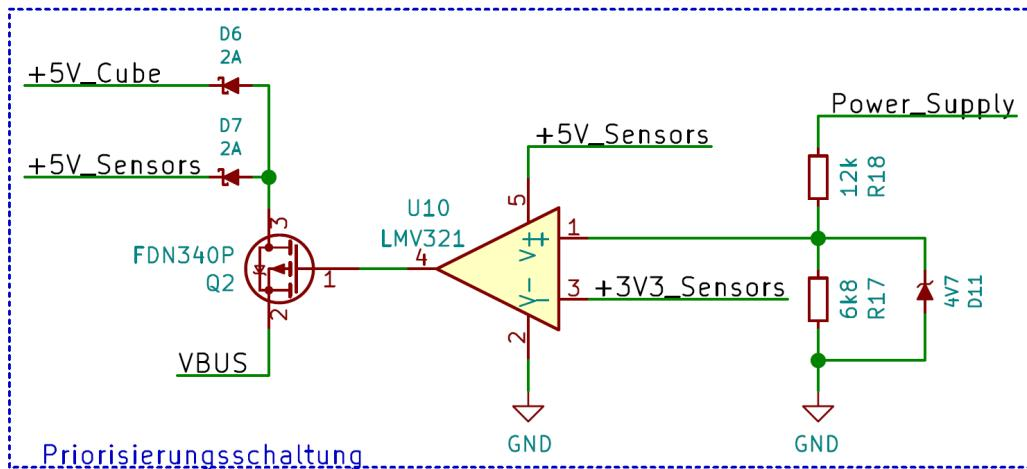

Abbildung 45: Priorisierungsschaltung der Stromversorgungen
Der Aufbau der Priorisierungsschaltung erfolgte anhand der Schaltplänen des Arduino (TM) UNO [9]. In Abbildung 45 ist die Schaltung zur Spannungspriorisierung dargestellt. Das Herzstück bilden ein Operationsverstärker (OpAmp) und ein p-Kanal Feldeffekttransistor (Mosfet). Hierbei fungiert der Mosfet als Schalter der in die Leitung der Micro-USB Versorgung vom Cube kommend eingebaut ist. Der OpAmp addiert den positiven Eingang 1 mit dem negativen Eingang 3. Bei anliegender Akkuspannung (Eingang 1 ca. 3,3V) heben sich die beiden Spannungen gegenseitig auf. Wenn keine Spannung am Eingang 1 anliegt, würde der OpAmp -3,3V ausgeben. Jedoch ist die minimale Spannung auf 0V begrenzt. Solange der OpAmp dem Mosfet eine „Null“ gibt, bleibt dieser geöffnet. Ab dem Moment an dem ein ausreichend geladener Akku angeschlossen wird, gibt der OpAmp dem Mosfet eine Spannung aus. Die VBUS-Versorgung wird daraufhin durch den Mosfet unterbrochen. So ist sichergestellt, dass entweder die Akku-Spannung oder die des Micro-USB verwendet wird. Auf der Trägerplatine befindet sich ein zusätzlicher Micro-USB Anschluss. Einen Rückfluss bei normalem Betrieb, in den Mosfet verhindern die Schottky-Dioden D6 und D7.